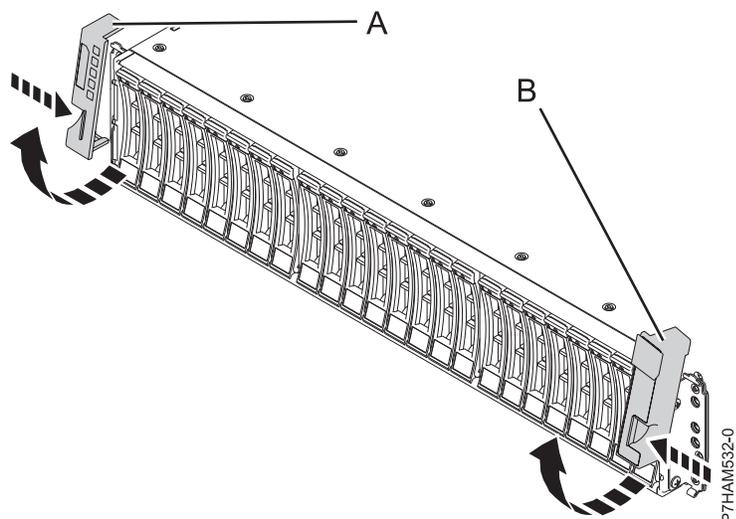

図 1. サイド・カバーの取り外し
3. ラックの前面で、左のサイド・カバー **(A)** と右のサイド・カバー **(B)** を取り外して、取り付け金具が見えるようにします。17 ページの図 1 に示すように、リリースをつまんでカバーを上方に回転させ、シャーシ・フランジから外します。